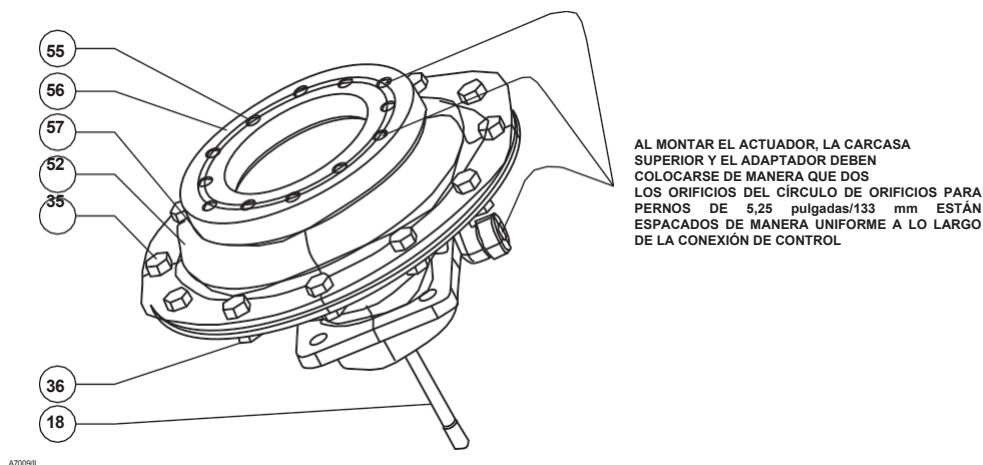

Figura 9. Conjunto de la carcasa del diafragma
No afloje los tornillos de la carcasa del diafragma (Figura 9, claves 35 y 36) cuando el resorte de control (clave 12) tenga fuerza aplicada. Libere la compresión del resorte como se describe en el paso 6.
5. Ensamble la carcasa superior del diafragma (clave 52), el adaptador de la placa de montaje (clave 56) y la junta de la placa de montaje (clave 57) como se muestra en la Figura 9. Apriete los tornillos de cabeza (clave 55) con un par de 20 a 30 ft-lbs / 27 a 41 N•m.